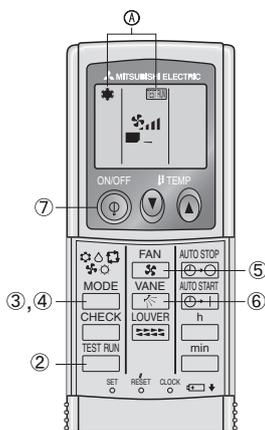

Fig. 7-2
7.2.2. Verwendung der drahtlosen Fernbedienung (Fig. 7-2)
- ① Mindestens 12 Stunden vor dem Testlauf den Netzstrom einschalten.
- ② Die [TEST RUN]-Taste zweimal kurz nacheinander drücken. (Nehmen Sie diesen Schritt vor, wenn das Fernbedienungsdisplay gestoppt ist.)
- ③ Die [MODE] (TEST RUN) (TESTLAUF) und die aktuelle Betriebsart werden angezeigt.
- ④ Die [MODE] (FAN, HEAT, COOL, DRY, AUTO) -Taste drücken, um COOL (Kühlen) zu aktivieren. Dann prüfen, ob Kaltluft aus der Anlage geblasen wird.
- ⑤ Die [MODE] (FAN, HEAT, COOL, DRY, AUTO) -Taste drücken, um HEAT (Heizung) zu aktivieren. Dann prüfen, ob Warmluft aus der Anlage geblasen wird.
- ⑥ Die [FAN] -Taste (Gebläse) drücken und überprüfen ob sich die Gebläsedrehzahl ändert.
- ⑦ Die [VANE] (gebläseflügel) -Taste drücken und prüfen, ob die automatische Gebläseflügel-Funktion einwandfrei arbeitet.
- ⑧ ON/OFF (netzstrom EIN/AUS) -Taste drücken, um Probelauf zu beenden.